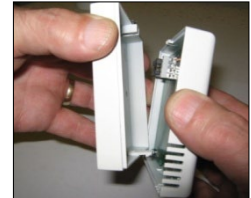

Abb. 7
Schritt 1 Lösen Sie mit einem Schraubenzieher die Schraube an der Oberseite der Fernbedienung und öffnen Sie das Gehäuse (siehe Abb. 7).